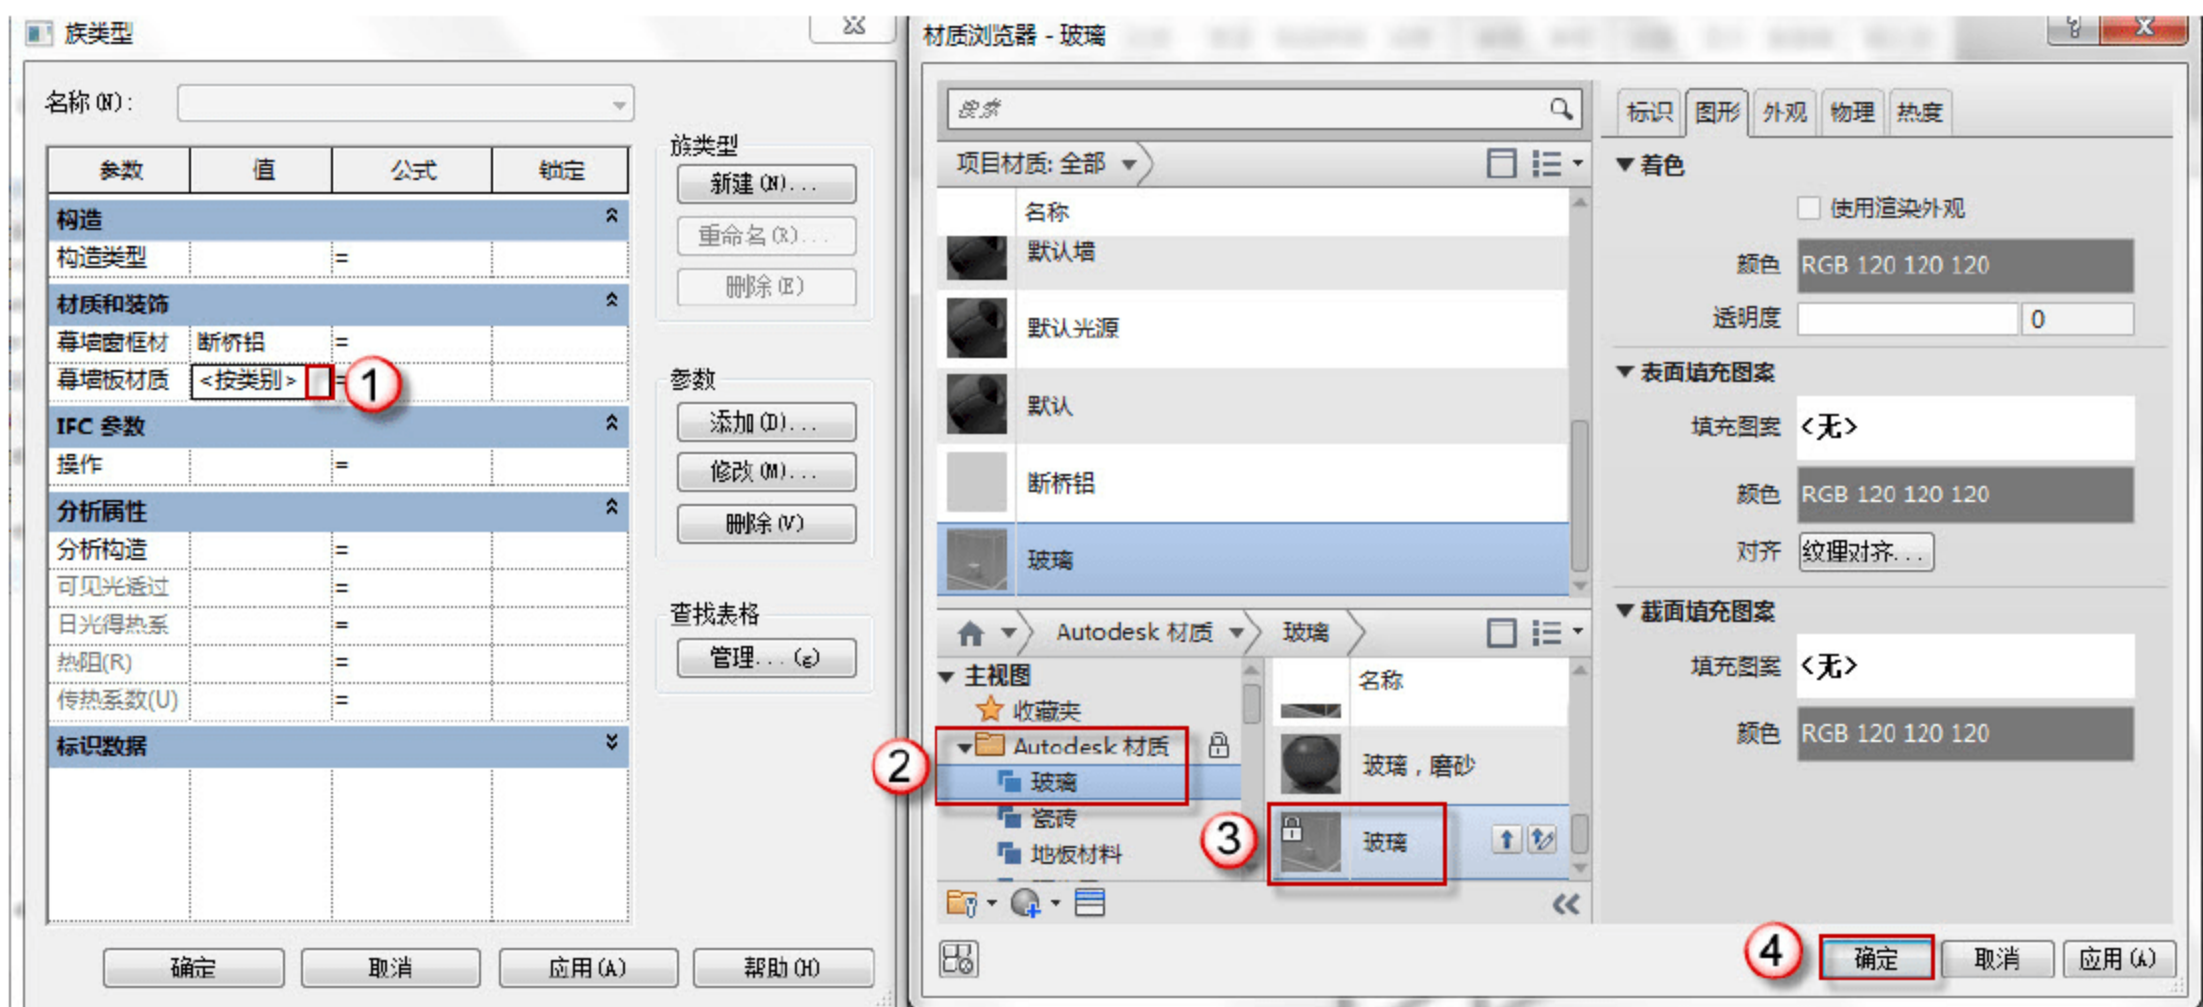

图 7.2.36 编辑门幕墙玻璃材质
(11) 编辑材质。单击“族类型”按钮,弹出“族类型”对话框,单击“材质和装饰”栏“幕墙板材质”后的“<按类别>”按钮,弹出“材质浏览器”对话框,选择“主视图”→“Autodesk 材质”→“玻璃”→“玻璃”选项,双击“玻璃”材质将其添加到“文档材质”,选择“文档材质”中的“玻璃”材质,单击“材质浏览器”对话框的“确定”按钮,如图 7.2.36 所示。